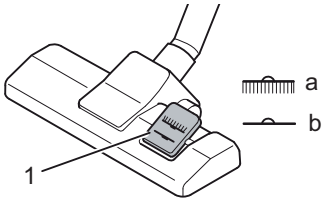

Abb. 11
4. Stellen Sie je nach Bodenbelag den Umschalter „Teppich/Hartboden“ (Abb. 11/1) ein:
- Hartboden (Abb. 11/a): Laminat, Fliesen, PVC etc.
- Teppich (Abb. 11/b): Lang-/kurzflorige Teppiche etc.